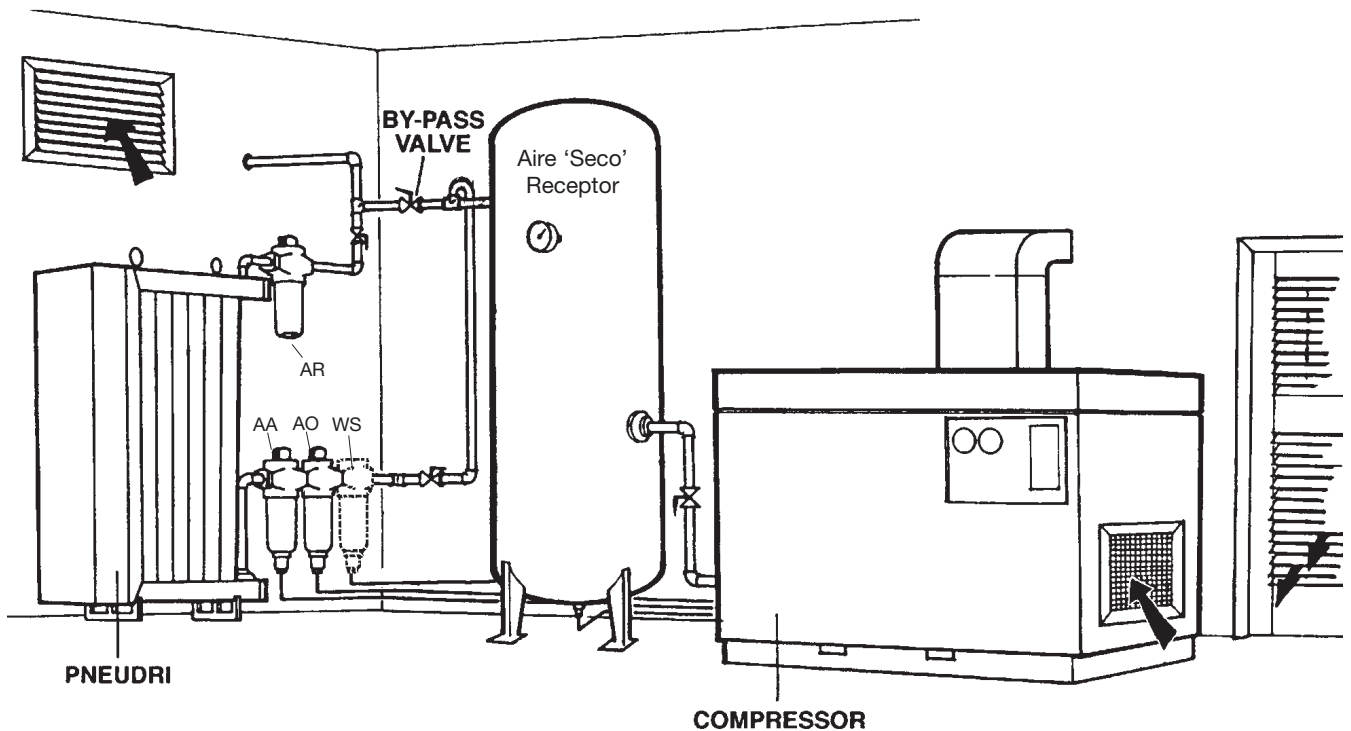

Figura 1 - PNEUDRI INSTALADO DESPUÉS DE UN DEPÓSITO DE AIRE 'HÚMEDO'
B) UBICACIÓN DEL SISTEMA (Ver Figura 1)